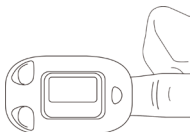

Figure 5 Placer le doigt dans la bonne position
- Ouvrir la pince comme illustré à la figure 5.